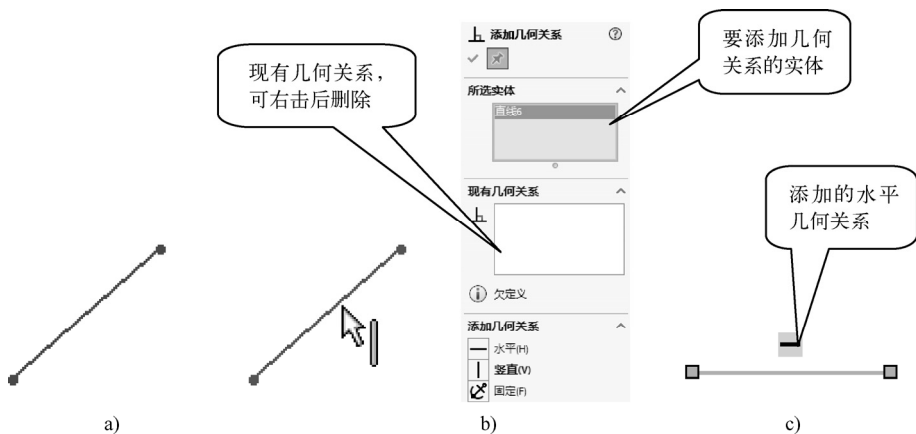

图 2-105 添加水平几何关系
- 水平几何关系：可令选择的对象水平放置，如图 2-105 所示。